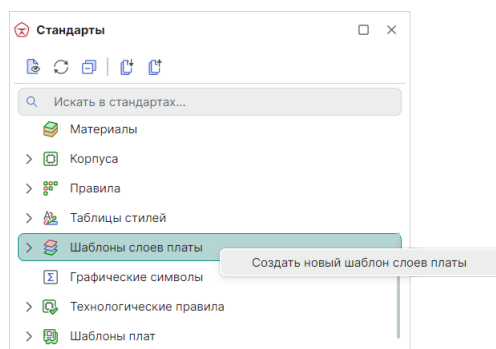

Рис. 142 Создание шаблона слоев платы
2. Вызовите контекстное меню для узла «Шаблоны слоев платы» и выберите пункт «Создать новый шаблон слоев платы», см. Рис. 142.